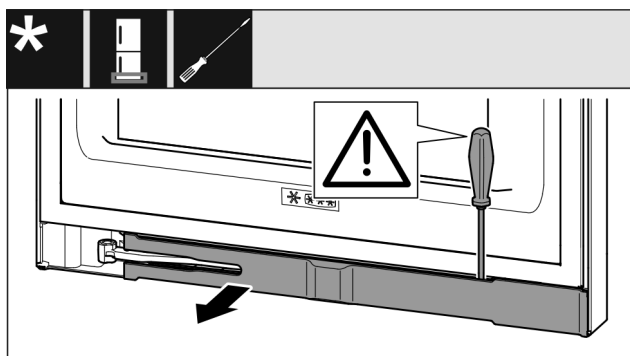

Fig. 13
- Atbrīvojiet aizsegu ar plakano skrūvgriezi un pagrieziet uz sāniem. (skat. Fig. 13)